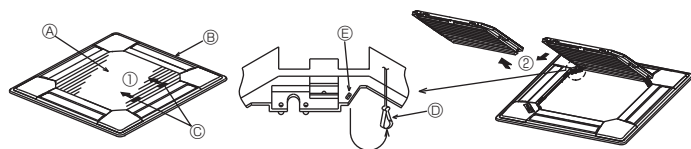
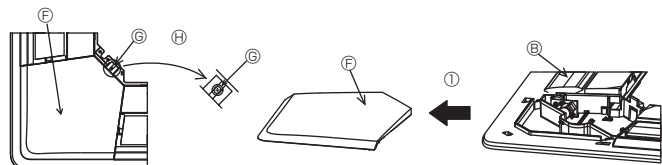

Fig. 5-3
Fig. 5-4
5.2.1. Удаление воздухозаборной решетки (Fig. 5-3)
- Сдвиньте рычаги в направлении, обозначенном стрелкой ①, чтобы открыть воздухозаборную решетку.
- Пока воздухозаборная решетка находится в "открытом" положении, удалите стержень воздухозаборной решетки с вентиляционной решетки в направлении стрелки ②.
5.2.2. Удаление угловой панели (Fig. 5-4)
- Удалите винт из угла угловой панели. Для удаления угловой панели сдвиньте угловую панель в направлении стрелки ①.
[Fig. 5-3, 5-4]